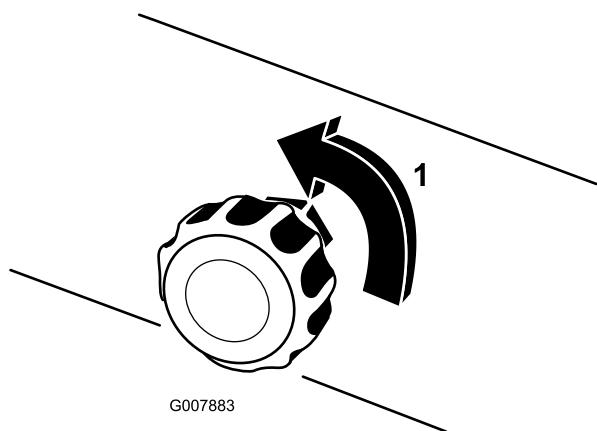

図 30
5. とりあえずの設定として、泡密度調節バルブを1/8～1/4回転、開ける（図30）。